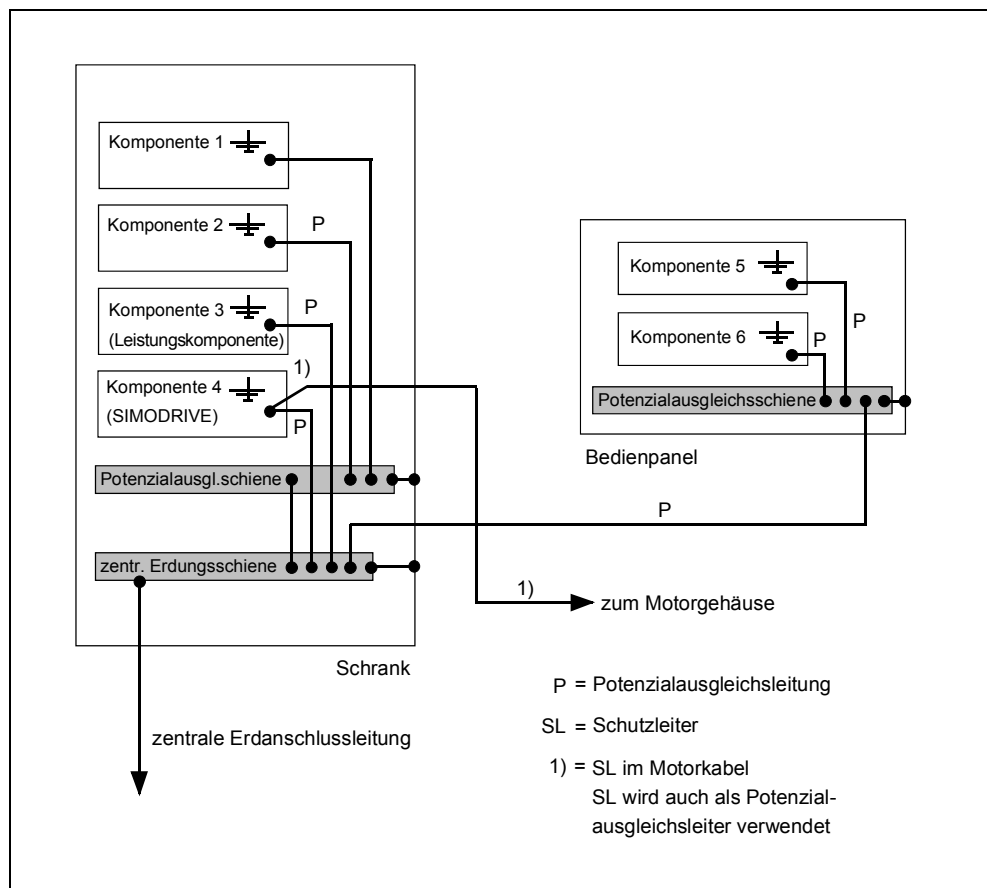

Bild 4-2 Potenzialausgleich mittels Potenzialausgleichsleitungen
Falls keine vermaschte Verbindung zwischen Steuerungskomponenten untereinander und Zentraler Erdungsschiene über das Schrankgehäuse möglich ist (z. B. wegen Steuerungsschrank mit isolierter Rückwand), kann der Potenzialausgleich zwischen Komponenten und Zentraler Erdungsschiene auch durch Potenzialausgleichsleitungen hergestellt werden (siehe Kap. 4.2, Bild 4-2).
- separate Potenzialausgleichsschiene (siehe Kap. 4.2, Bild 4-2)